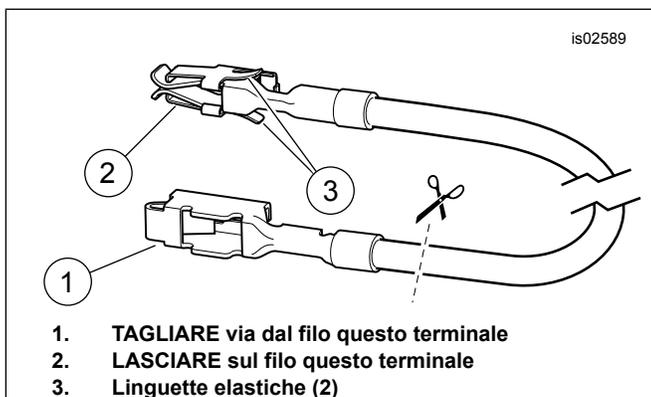

Figura 7. Filo dell'adattatore del pannello fusibili (modelli Dyna e Softail)
3. Vedere Figura 16. Prendere dal kit il filo arancione/bianco dell'adattatore del pannello fusibili (15). A ogni estremità, prendere nota del terminale (Vedere la figura 7.). In questo pannello fusibili si inserisce solo il terminale con le linguette elastiche. Tagliare con attenzione il terminale non usato via dal filo ed eliminarlo.
3. Vedere Figura 16. Prendere dal kit il filo arancione/bianco dell'adattatore del pannello fusibili (15). Ad ogni estremità, prendere nota del terminale (vedere Figura 7). In questo pannello fusibili si inserisce solo il terminale con le linguette elastiche. Tagliare con attenzione il terminale non usato via dal filo ed eliminarlo.